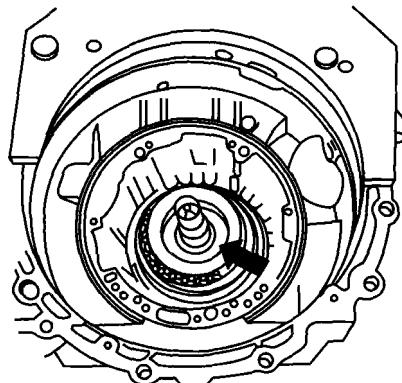

图 5-31 将调整垫片装到离合器 K1 上
(11) 将调整垫片装到离合器 K1 上, 如图 5-31 箭头所示。当更换 K1、K2 和自动变速器油泵时应测量调整垫片, 以调整离合器 K1 和 K2 之间的间隙。